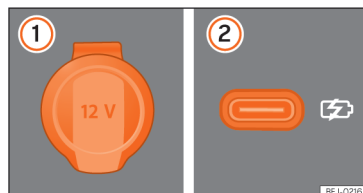

Abb. 145 ① 12-Volt-Steckdose. ② USB-Steckdose im hinteren Bereich der Mittelkonsole.
- Die Abdeckkappe der Steckdose anheben » Abb. 145 ①.
Die USB-Eingänge befinden sich im hinteren Teil der Mittelkonsole zwischen den Vordersitzen »» **Abb. 145** ②. Jeder dieser Anschlüsse verfügen über eine maximale Leistung von bis zu 10,5 W.